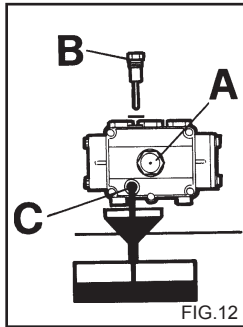

FIG.12
Необходимо производить регулярную проверку уровня масла в насосе высокого давления при помощи смотрового окошка (Рис.12А) или щупа (рис.12В). Норма соответствует середине смотрового окна. Запрещено использовать моечную установку с уровнем масла ниже нормы.
1. Отверните крышку на заливной горловине (рис.12В).
2. Отверните сливную пробку под насосом (рис.12С).